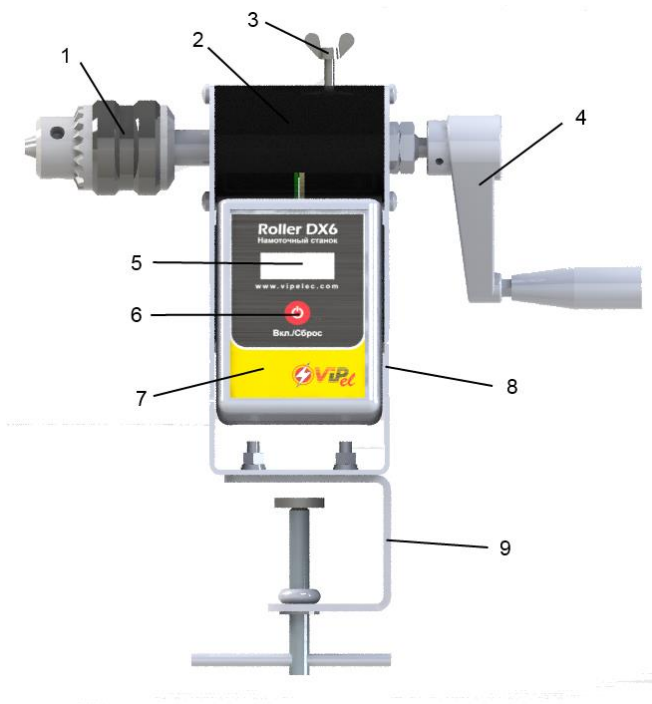

Рисунок 1
Устройство намоточное с ручным приводом Roller DX6 (рис.1), включает в себя: кронштейн (8); крепление типа струбцина (9); блок управления и индикации (7), в котором расположены трёхразрядный семисегментный индикатор (5) и кнопка «Включение/Сброс» (6); трехкулачковый патрон (1), в который крепится каркас моточного изделия; рукоятку вращения вала (4); фиксатор вала (3); блок датчиков (2).